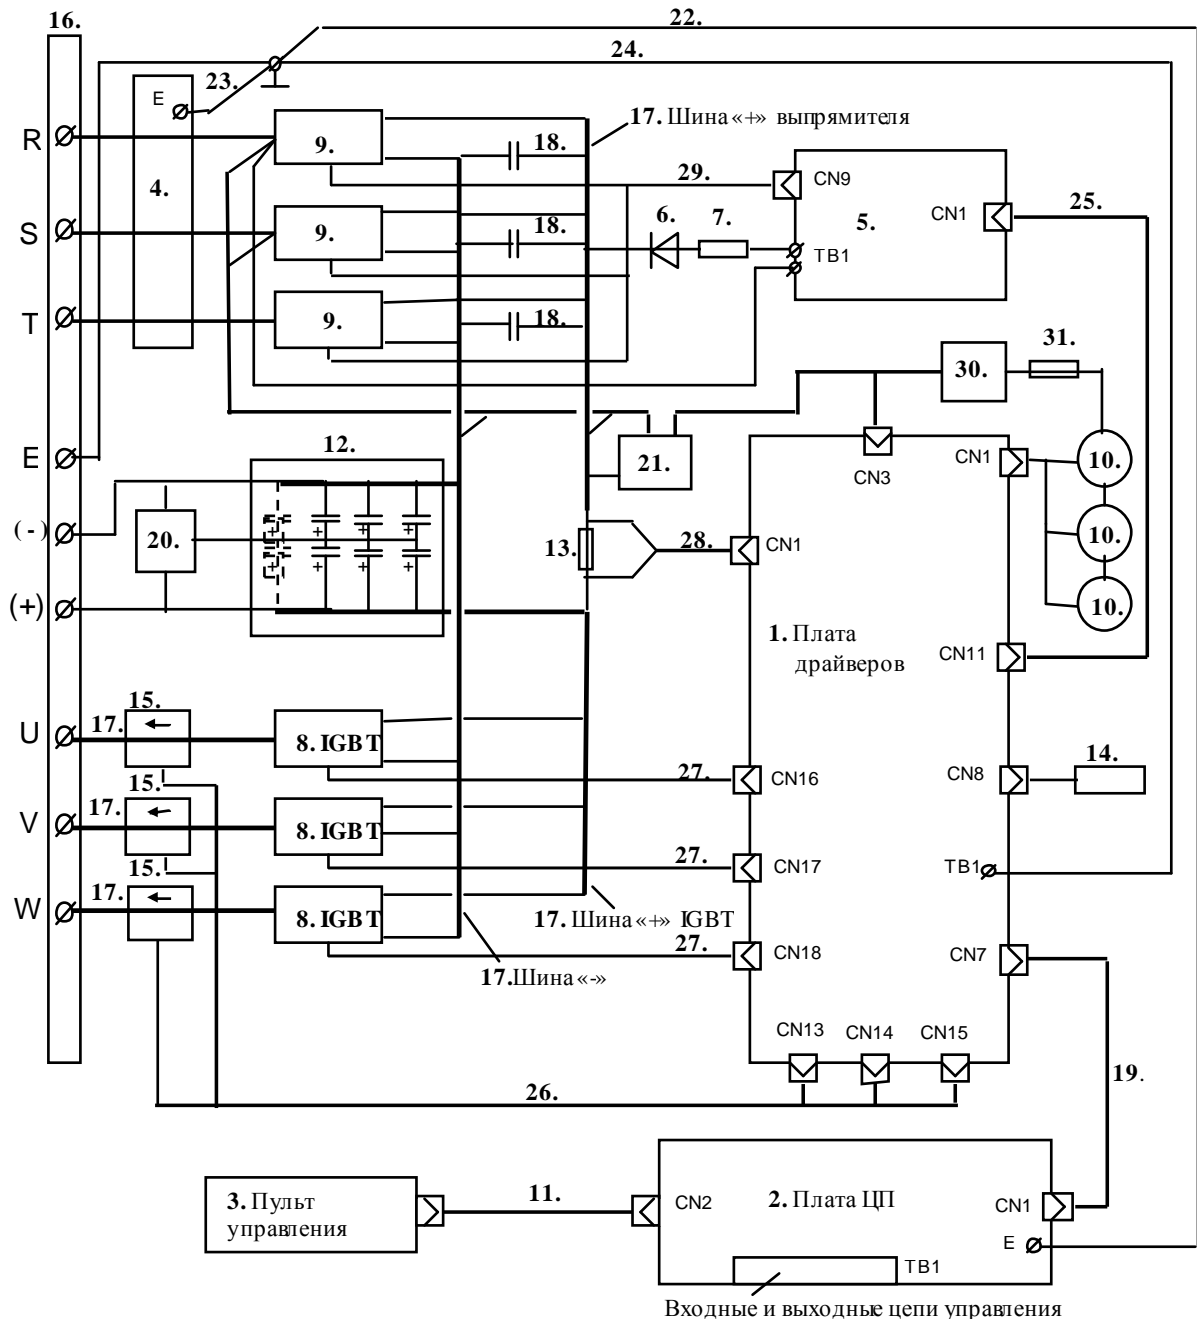

Рис. 4.2. Блок-схема преобразователя частоты EI-9011-075H, -100H
4.4. Фотографии сменных узлов, входящих в состав преобразователей частоты EI-9011-075Н, -100Н, приведены в табл. 4.1. (порядковые номера соответствуют рис. 4.2).